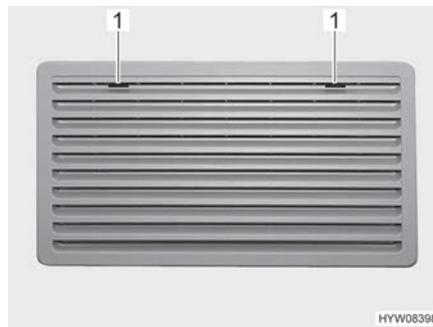
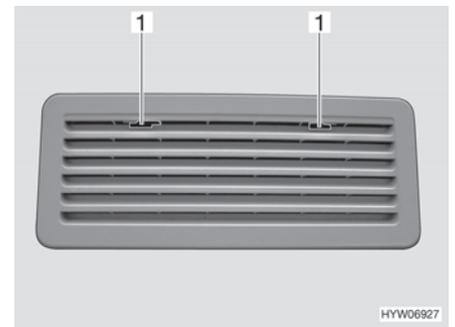

Fig. 104 Rejilla de ventilación del frigorífico (Thetford grande)
Fig. 105 Rejilla de ventilación del frigorífico (Thetford pequeño)
- Deslizar el bloqueo (Fig. 104,1 ò Fig. 105,1) hacia el centro.